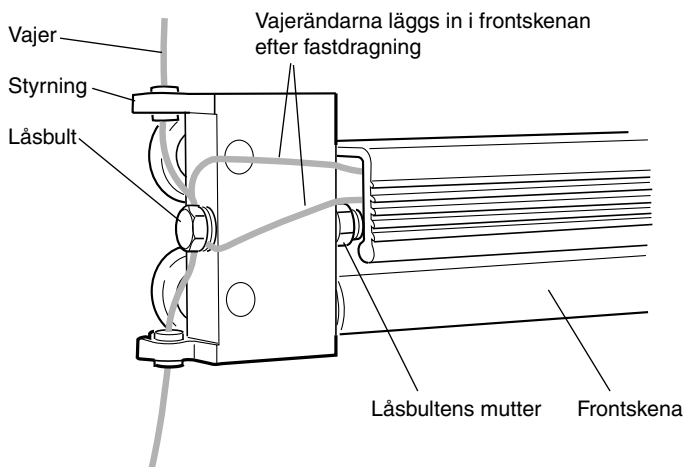

Bild 28. Frontvagn
4. Trä in båda vajerändarna i frontvagnens styrningar. Trä vidare genom låsbultens hål, se bild 28.